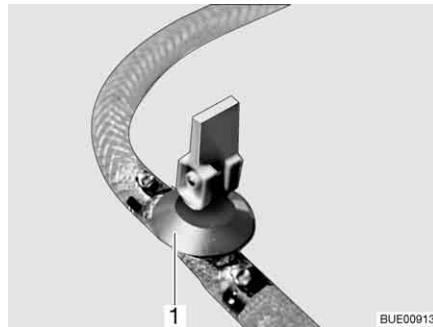
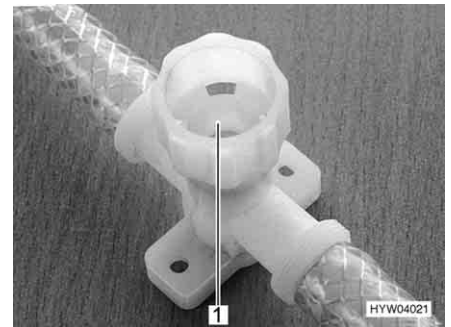

Fig. 141 Robinet de vidange (avec levier à bascule)
Fig. 142 Robinet de vidange (avec capuchon tournant)
- Fermer tous les robinets de vidange. Placer pour ce faire le levier à bascule (Fig. 141,1) à l'horizontale ou faire tourner le capuchon du robinet de vidange (Fig. 142,1) dans le sens des aiguilles d'une montre.